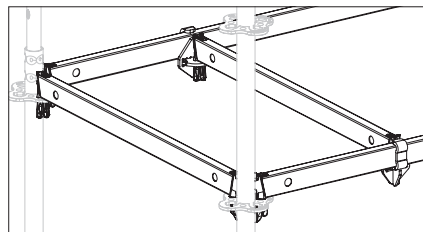
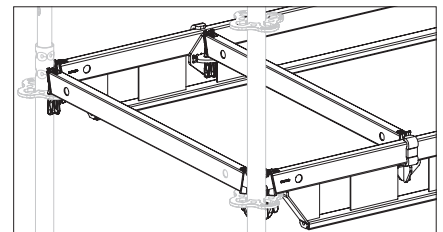

Fig. A11.06a
Fig. A11.06b
- Il supporto corrente UHA (**93**) può essere fissato ai correnti orizzontali UH (fig. A11.06a) e ai correnti rinforzati UHV (fig. A11.06b).